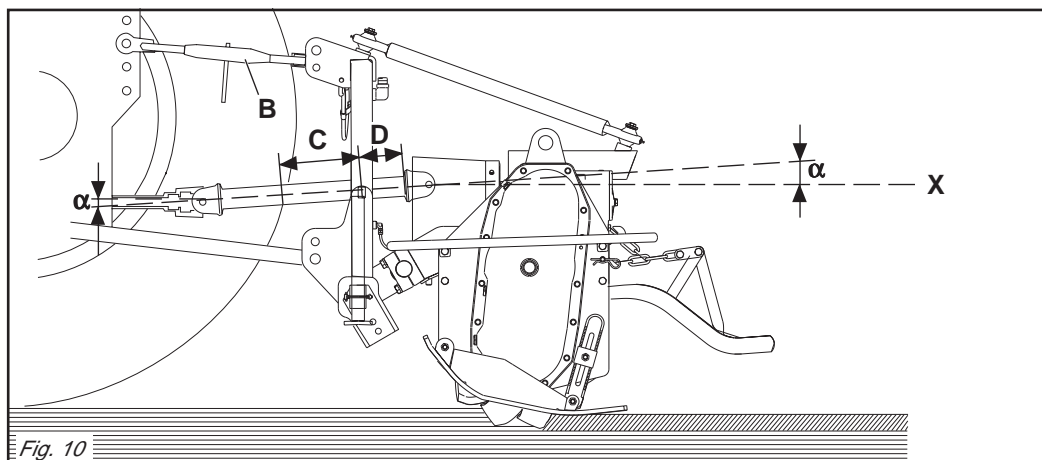
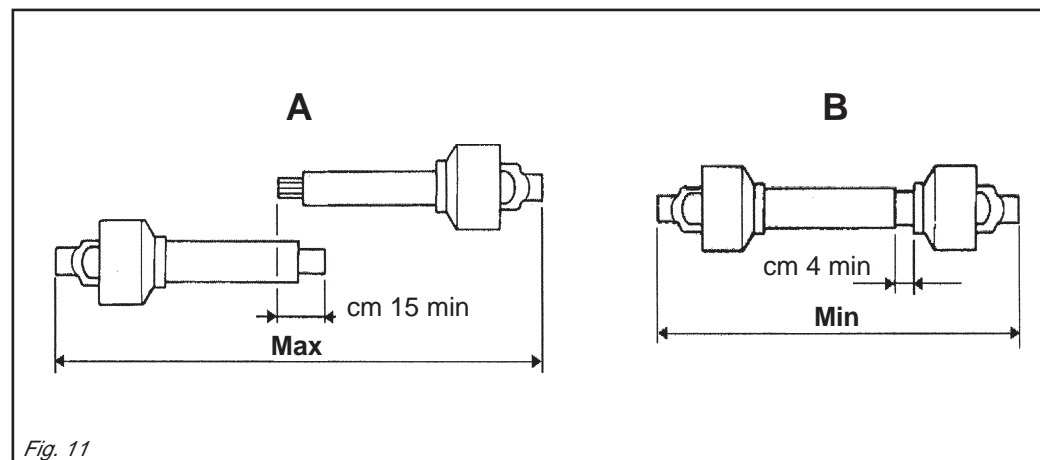

Fig. 10
Fig. 11
Per fare ciò aumentare o diminuire la lunghezza della barra superiore dell'attacco (B Fig. 10) in modo da portare l'asse (X Fig. 10) della ghiera scanalata della scatola parallela al suolo.
- I due angoli (α Fig. 10) formati dalle assi delle forcelle e l'asse dei tubi scorrevoli saranno uguali e non dovranno superare i 10°.
- La copertura (C Fig. 10) dei tubi scorrevoli deve essere di 15 cm minimo (Fig. 11).
- I due tubi dell'albero di trasmissione a cardano non si devono ricoprire completamente, una corsa di sicurezza (D Fig. 10) di 4 cm minimo deve sussistere.
- Gli angoli (α Fig. 10) dei cardani non devono essere superiori a 40° (Fig. 10). Se non si raggiungono questi due risultati:
To achieve this, increase or decrease the length of the top bar of the hitch (B Fig. 10) so as to set the axis (X Fig. 10) of the housing's grooved ring nut parallel to the ground.
- The two angles (α Fig. 10) formed by the fork axes and the axis of the sliding tubes will be equal and must not exceed 10°.
- The sliding tubes (C Fig. 10) must overlap by at least 15 cm (Fig. 11).
- The two tubes of the driveline shaft must not fully overlap. There must always be a safety travel (D Fig. 10) of at least 4 cm.
- The angles (α Fig. 10) of the drivelines must not exceed 40° (Fig. 10). If these two results are not obtained:
Um dies zu erhalten, die Länge der oberen Kupplungsstange (B Abb. 10) erhöhen oder verringern, bis die Achse (X Abb. 10) der Keilmutter des Gehäuses parallel zum Boden steht.
- Die beiden Winkel (α Abb. 10), die aus den Achsen der Gabeln und der Achse der Gleitrohre bestehen, müssen gleich groß sein und dürfen auf keinen Fall größer als 10° sein.
- Die Überdeckung (C Abb. 10) der Gleitrohre muss mindestens 15 cm ausmachen (Abb. 11).
- Die beiden Rohre der Gelenkwelle dürfen sich nicht ganz überdecken. Es muss noch einen Sicherheitshub (D Abb. 10) von mindestens 4 cm geben.
- Die Winkel (α Abb. 10) der Gelenkwellen dürfen nicht größer als 40° sein (Abb. 10).
Pour obtenir cette condition augmenter ou diminuer la longueur de la barre supérieure de l'attelage (B Fig. 10) de manière à ce que l'axe (X Fig. 10) de la bague cannelée de la boîte soit parallèle au sol.
- Les deux angles (α Fig. 10) formés par les axes des fourches et l'axe des tubes coulissants doivent être identiques et ne doivent pas dépasser 10°.
- La couverture (C Fig. 10) des tubes coulissants doit être au minimum de 15 cm (Fig. 11).
- Les deux tubes de l'arbre de transmission à cardans ne doivent pas se recouvrir complètement, il doit rester une course de sécurité (D Fig. 10) de 4 cm au minimum.
- Les angles (α Fig. 10) des cardans ne doivent pas être supérieurs à 40° (Fig. 10). Si ces deux conditions ne sont pas remplies:
Para ello aumentar o disminuir la longitud de la barra superior del enganche (B Fig. 10) en modo de llevar el eje (X Fig. 10) de la tuerca ranurada de la caja paralela al terreno.
- Los dos ángulos (α Fig. 10) formados por los ejes de las horquillas y el eje de los tubos corredizos serán iguales y deberán superar los 10°.
- La cobertura (C Fig. 10) de los tubos corredizos debe ser como mínimo de 15 cm (Fig. 11).
- Los dos tubos del árbol de transmisión de cardán no se deben cubrir completamente, debe quedar una carrera de seguridad (D Fig. 10) de 4 cm como mínimo.
- Los ángulos (α Fig. 10) de los cardanes no deben ser superiores a 40° (Fig. 10). Si no se presentan estas dos condiciones:
Quando l'albero cardanico è sfilato al massimo, i due tubi devono sovrapporsi per almeno 15 cm. Quando esso è inserito al massimo, il gioco minimo consentito deve essere di 4 cm. (Fig. 11).
When fully inserted, the minimum play must be 4 cm. (Fig. 11).
Wenn die Gelenkwelle so weit wie möglich auseinandergezogen ist, müssen die beiden Teile sich noch um wenigstens 15 cm überlappen. Wenn die beiden Teile ganz zusammengeschieben sind, muß das kleinstmögliche Spiel 4 cm ausmachen. (Abb. 11).
Quand il est entièrement rentré, le jeu minimum admissible doit être de 4 cm. (Fig. 11).